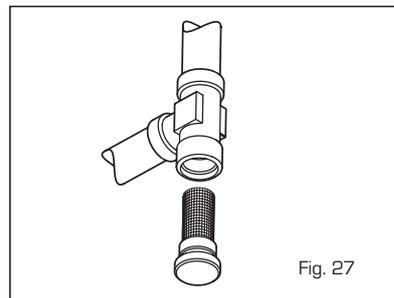

Fig. 27
4.6.3 Pulizia "Aqua Guard Filter System" (fig. 27)